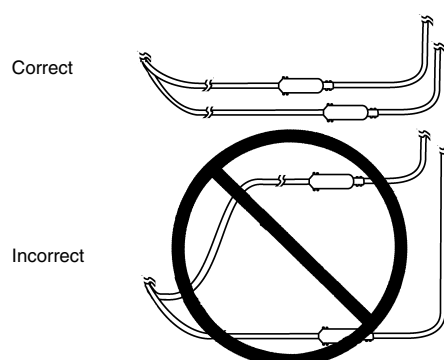

Figure 2. Tunnellisation des deux électrodes-extensions
- Si deux électrodes sont implantées, tunnelliser les extensions de manière à minimiser l'espace entre les deux (Figure 2). Si les électrodes-extensions sont tunnellisées en boucle et que le patient est exposé à des sources d'interférences électromagnétiques (système de détection de vol par exemple), il pourra ressentir une augmentation temporaire de la stimulation décrite comme inconfortable par certains patients (sensation de secousse ou de choc).